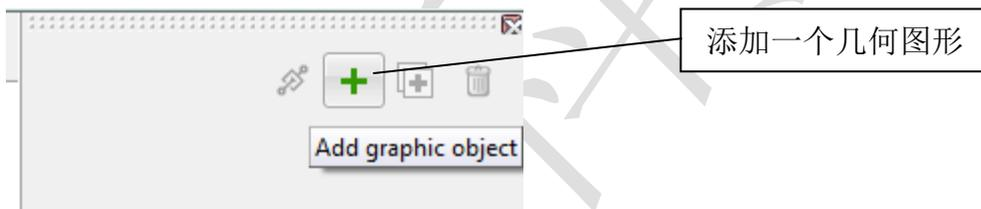

图 1.4 添加一个元素
1. 先选中**模型树**里的 **Images**，然后点击交互界面的加号按钮 **+**，新建一个几何图形，如图 1.4 所示。